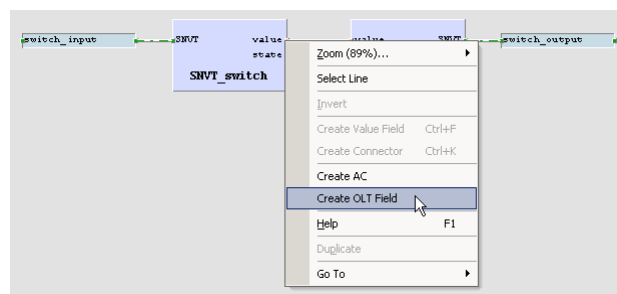

Abbildung 75: Erstellen eines Online Test-Felds
12. Für spätere Fehlersuche empfiehlt es sich, Online Test-Felder in den Plan hinzuzufügen, um den aktuellen Wert der Signale während des Online-Tests anzuzeigen. Dafür klicken Sie mit der rechten Maustaste auf den Ausgangswert des Funktionsblocks und wählen Sie aus dem Kontextmenü den Punkt **Create OLT Field** wie in Abbildung 75 gezeigt.